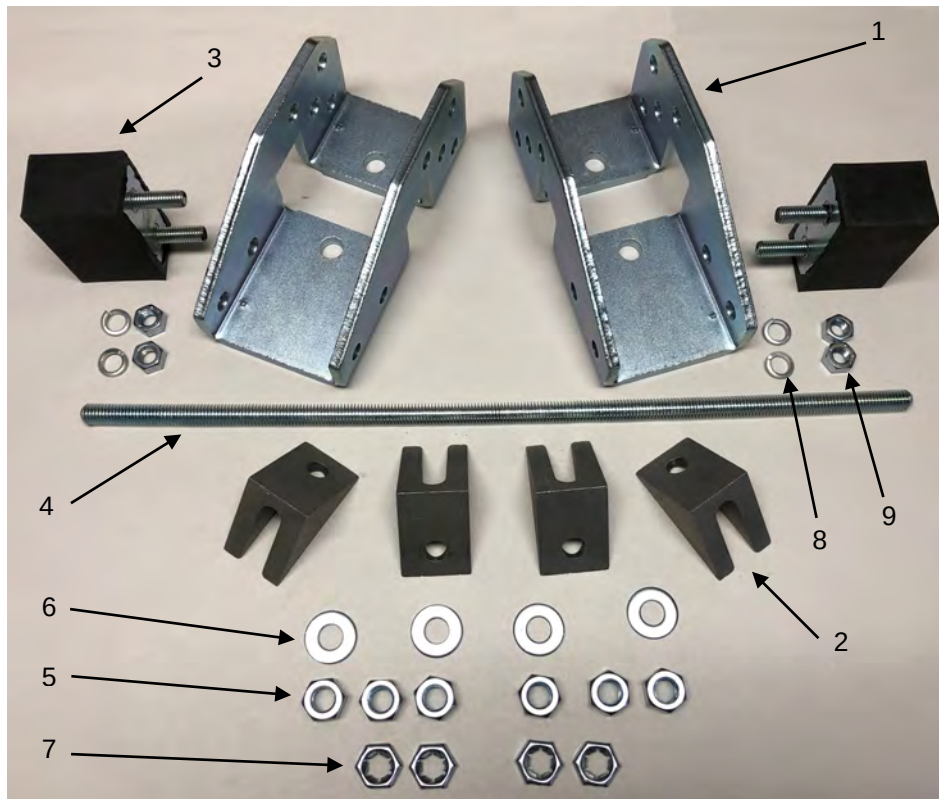

Bild 3 Delarna
- 1 Kontrollera att samtliga delar finns med i förpackningen. Se bild 3.